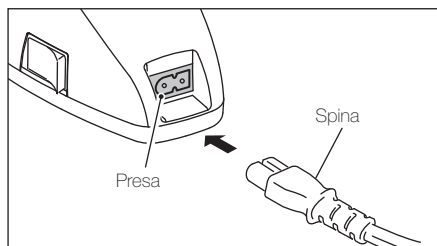

Fig. 1
1. Inserire la spina del cavo elettrico nella presa posta sul retro del carica batterie (Fig. 1)